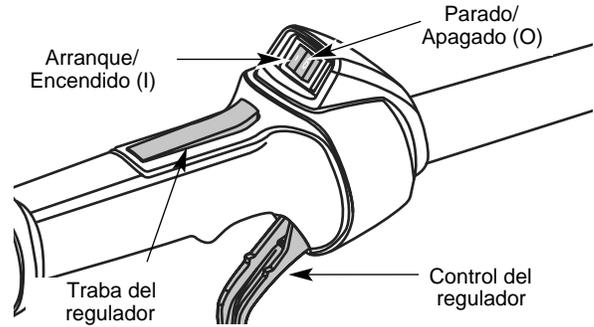

Fig. 20
NOTA: No hay necesidad de encender la unidad. El Control de Parada Encendido/Apagado (On/Off) estŽ en la posici—n Encendido (ON) (I), en todo momento (Fig. 20).
2. Oprima y mantenga oprimido el control de encendido y apagado en la posici—n de APAGADO (O) hasta que el motor se detenga por completo) (Fig. 20).